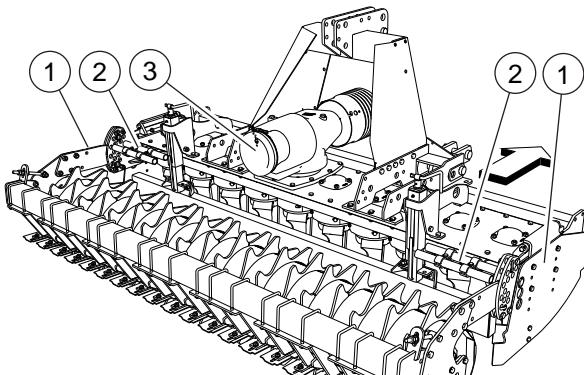

FIG. 23
- Banda lateral de protección (1, "Fig. 23").
- Tubos de protección para evitar el acceso a la zona de utensilios (2, "Fig. 23").
- Protección de la toma de fuerza parte posterior (3, "Fig. 23").